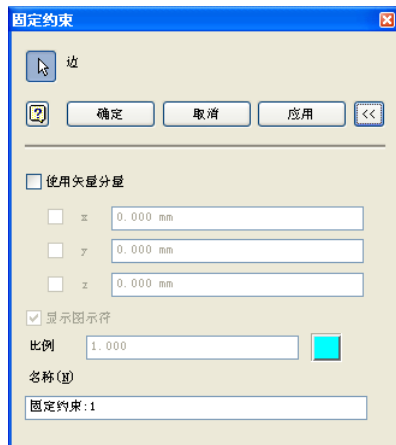

图 14-9 “固定约束”对话框
(1) 单击【应力分析】标签栏【约束】面板上的【固定约束】工具按钮，打开如图 14-9 所示的【固定约束】对话框。
(2) 单击【位置】按钮以选择要添加固定约束的位置，可以选择一个表面、一条直线或者一个点。
(3) 如果要设置零件在一定范围内运动，则可以选中【使用分量】对话框，然后分别指定零件在 X、Y、Z 轴的运动范围的值，单位为毫米 (mm)。
(4) 单击【确定】按钮完成固定约束的添加。